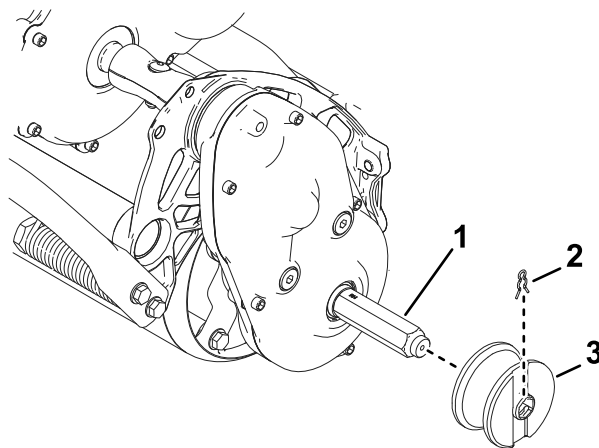

図 8
- レールキットレールホイールを六角シャフトに取り付ける 図 8。